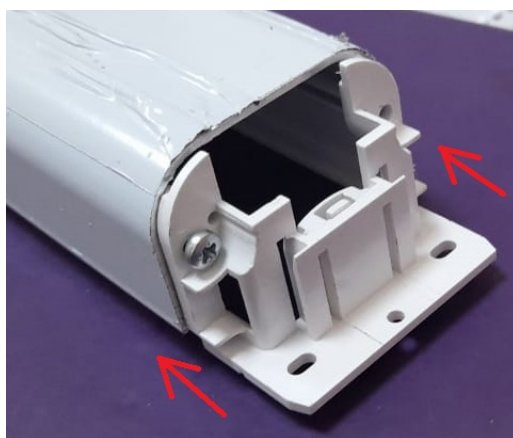

Рис. 4.17
4.8. Установить кронштейн со вставкой на короб со стороны управления и закрепить его шурупами 3x12 (Рис. 4.17).